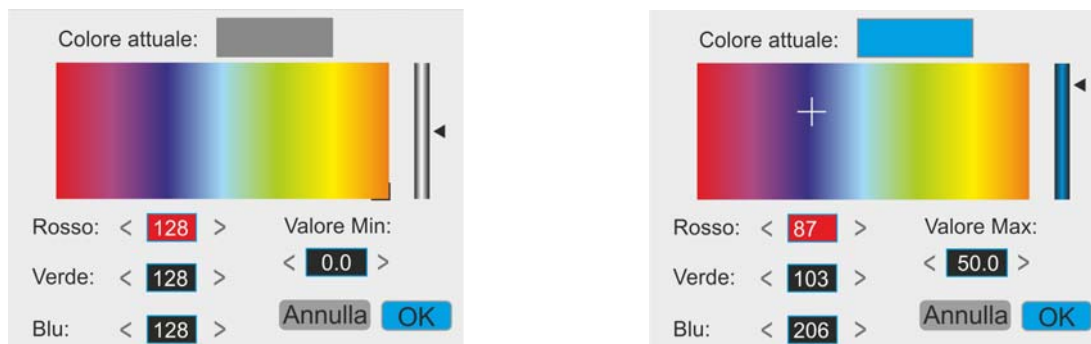

Fig. 52: Personalizzazione colori tavolozza utente – Passo 2
- I valori dei colori associati al **modello RGB** (Rosso, Verde, Blu) compresi tra **0 ÷ 255**. L’impostazione è possibile sia inserendo i valori numerici, sia toccando i cursori “+” e “-” sullo spettro dei colori e osservando l’effetto risultante sulla barra posizionata nella parte alta del display (vedere Fig. 52 – parte destra)